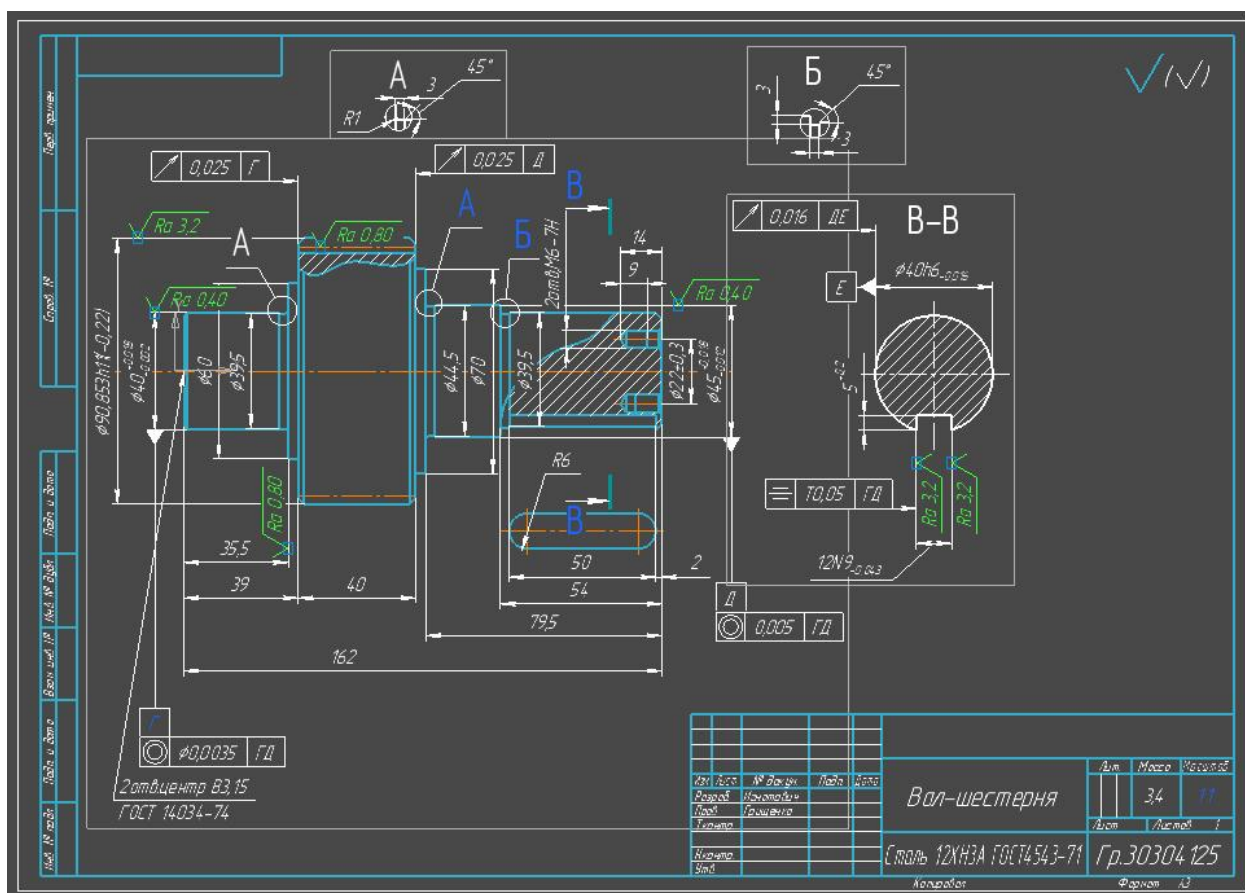

Рис. 24
- На панели **Обозначения** выберем кнопку **Шероховатость** (См. рис. 24).